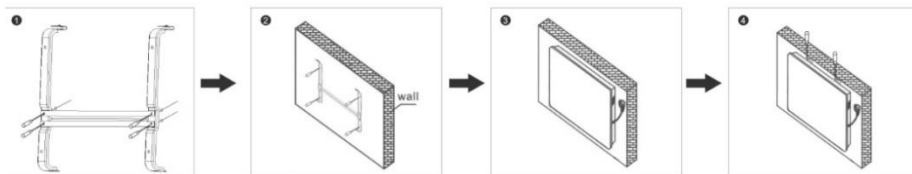

Abb. 2 Wandmontage
3. Montieren Sie die Halterung mit dem mitgelieferten Wandmontageset an der Wand. Bohren Sie Löcher mit dem erforderlichen Durchmesser entsprechend den Befestigungsmarkierungen, setzen Sie die Dübel ein, befestigen Sie die Halterung und ziehen Sie die Schrauben fest, um die Halterung an der Wand zu sichern (**Abb. 2, S. 1,2**).
4. Hängen Sie das Gerät in die Halterung ein, indem Sie die Halterung an den Löchern auf der Rückseite des Geräts ausrichten (**Abb. 2, S. 3**).
5. Ziehen Sie die Schrauben auf der Oberseite der Halterung an, um den Konvektor zu befestigen (**Abb. 2, S. 4**).